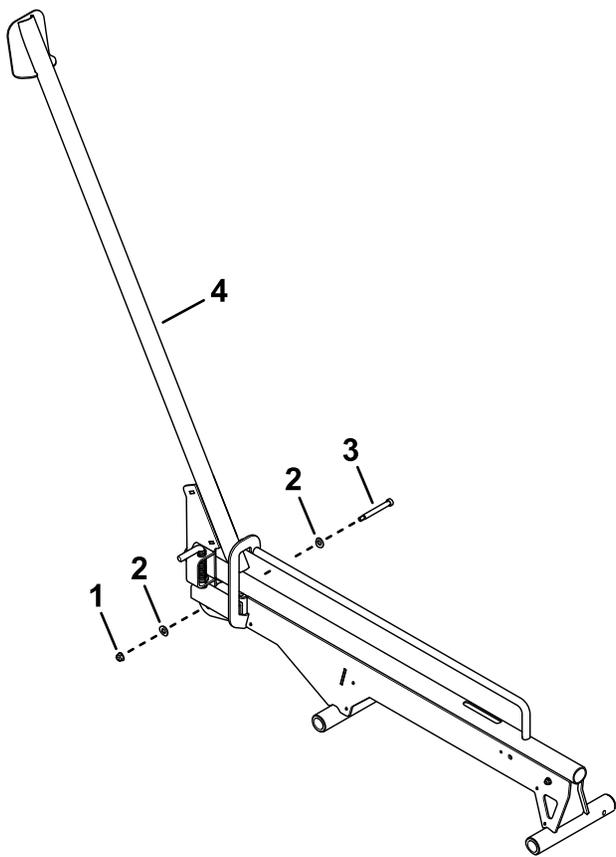

図 6
8. フランジナット5/16"、ワッシャ2枚、ショルダボルトを使用して、ランプアセンブリをレールアセンブリに固定する 図 6。